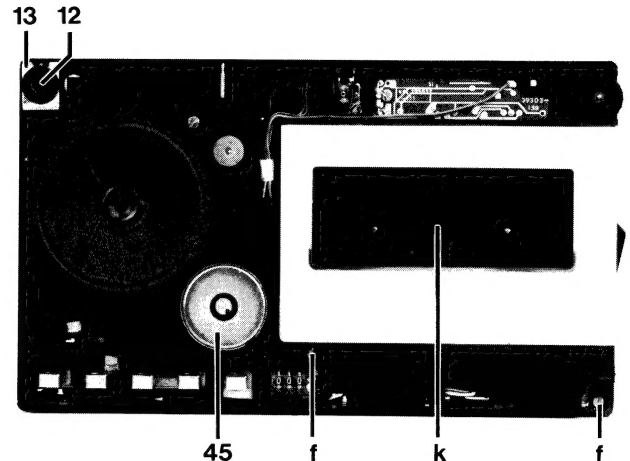

Bild 3
4. Mikrofon (Bild 3)
- 3 Schrauben **f** (Bild 3, 5) herausdrehen.